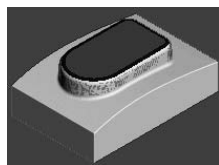

图 3-68 仿真加工结果
2) 在“仿真”工具栏的“当前刀具路径”下拉列表中选择要模拟的刀具路径 finish4，然后单击“执行”按钮, 系统开始自动仿真加工，仿真加工结果如图 3-68 所示。